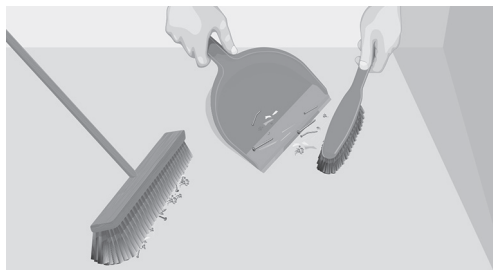

Fig. 3. Rengør gulv før installation
5. Rengør gulvet (Fig. 3). Vær sikker på at alle søm, skruer og lignende er fjernet eller plan med gulv. Rengør gulvet og fjern fremmedlegemer, støv og skidt.